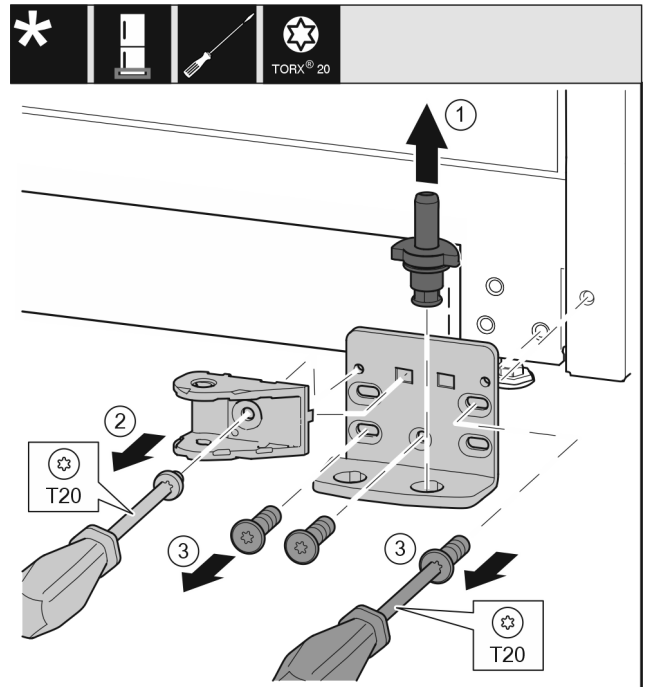

Fig. 32 *
- ▶ Retirer entièrement l'axe de palier Fig. 32 (1) par le haut.*
- ▶ Desserrer la vis Fig. 32 (2) avec un tournevis et retirer la liaison de l'amortisseur de fermeture.
- ▶ Desserrer les vis Fig. 32 (3) avec un tournevis et retirer le support de palier.*